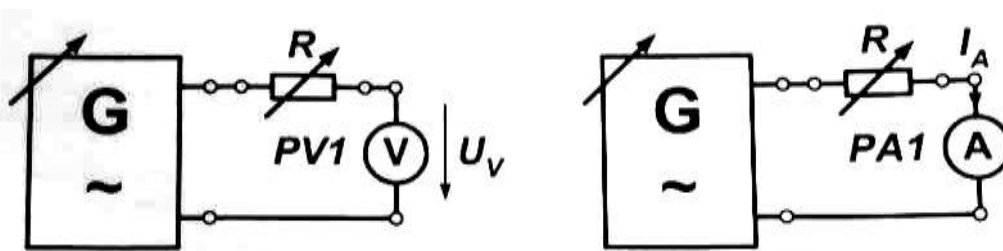

Рис. 1 – Принципиальные электрические схемы экспериментов по измерению синусоидального напряжения (а) и тока (б)
В схемах рис. 1 регулируемый источник несинусоидального напряжения G и переменный резистор R моделируют эквивалентный генератор, соответствующий цепи, в которой измеряются напряжения и токи.
Лабораторная установка (рис. 1) состоит из однофазного источника питания G1 (218), блока питания A1 (212.2) с выходом регулируемого по частоте и амплитуде несинусоидального напряжения, переменного резистора 330 Ом (A7 — блок резисторов 2330) и испытываемых приборов (блоки 510.1, 512.1, 532 или 534).